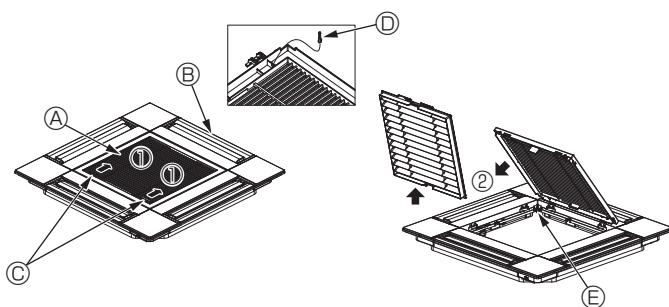

Fig. 5-3
5.2.1. Hava giriş izgarasının çıkarılması (Fig. 5-3)
- Hava giriş izgarasını açmak için kolları ① numaralı okla gösterilen yönde itin.
- Hava giriş izgarası "açık" durumdayken hava giriş izgarasının menteşesini ② numaralı okla gösterilen şekilde izgaradan ayırın.